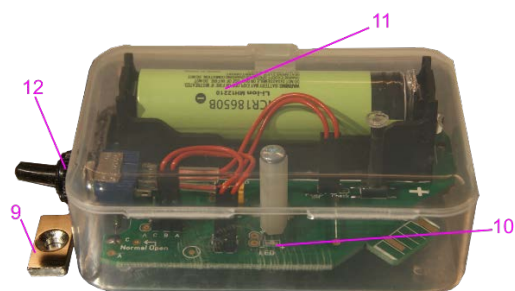

Рисунок 2
Наверху ловушки установлен сигнализатор электронный световой (8). Сигнализатор (рисунок 2) работает совместно с установленным на передней дверце магнитом (9). При